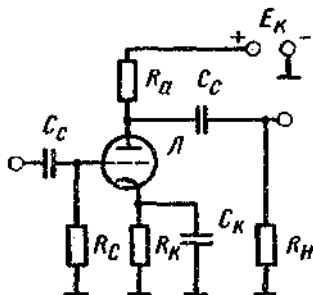

Рис. 5. 11
5.23. В усилительном каскаде на ламповом триоде (рис. 5. 11) напряжение смещения $E_{\text{с}}$ обеспечивается автоматически за счет катодного тока. Определить сопротивление резистора в цепи катода $R_{\text{к}}$ и емкость конденсатора, шунтирующего резистор $C_{\text{к}}$, если требуемое напряжение смещения $E_{\text{с}} = -4,5 \text{ В}$, катодный ток в рабочей точке $I_{\text{к}0} = 15 \text{ мА}$, диапазон усиливаемых частот $f = 30 \div 4000 \text{ Гц}$.